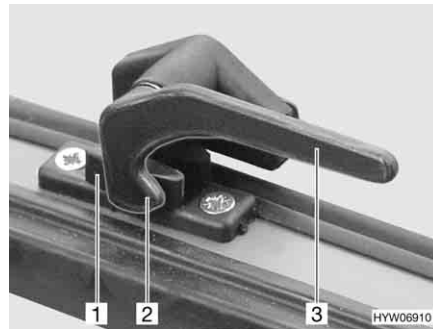

Bild 50 Verriegelungshebel in Stellung "geschlossen"
- Den Verriegelungshebel (Bild 50,3) eine viertel Umdrehung zur Fenstermitte hin drehen.
- Den Verriegelungshebel (Bild 50,3) eine viertel Umdrehung zum Fensterahmen hin drehen. Die Verriegelungsnase (Bild 50,2) liegt auf der Innenseite der Fensterverriegelung (Bild 50,1).
- in Stellung "fest verschlossen" (Bild 50).